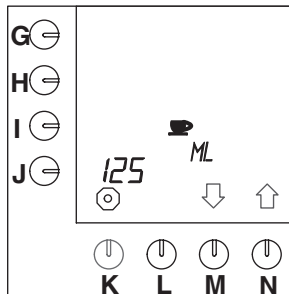

Abb. 24 Inhalt einer Tasse
- Drücken Sie auf die Wahl taste (N.) $\uparrow$, bis Abb.24 im Display erscheint.